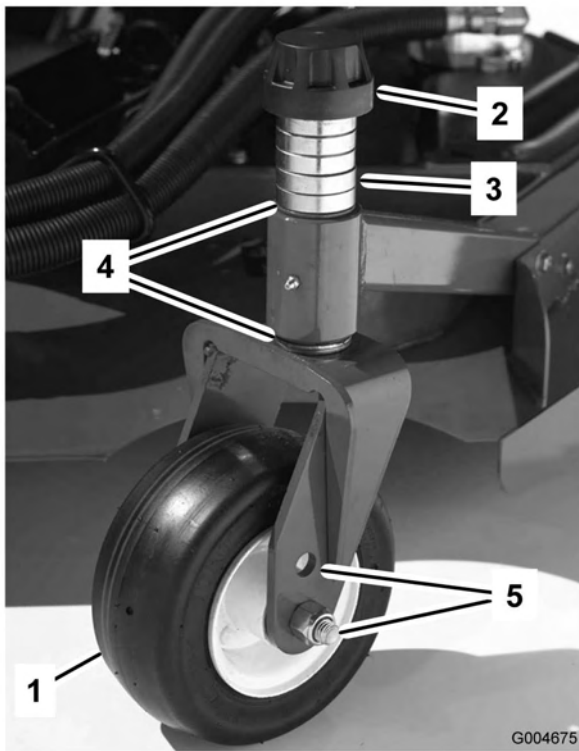
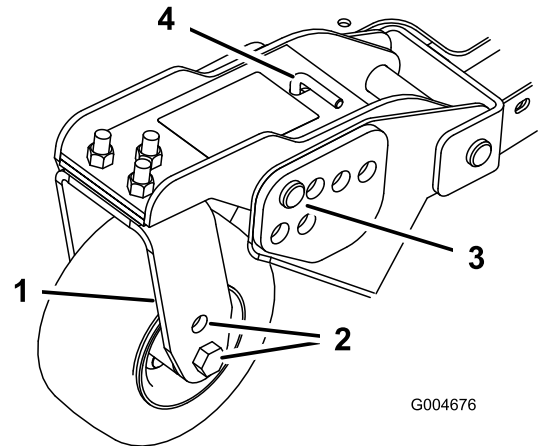
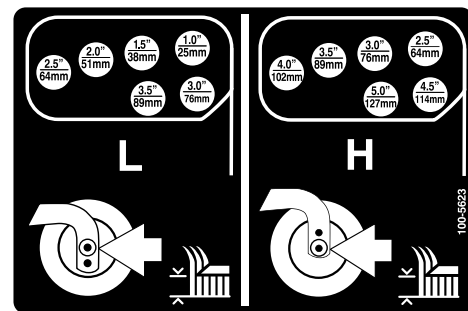

Figura 18
Figura 20
Figura 21
1. Coloque los ejes de las ruedas giratorias en el mismo taladro en todas las horquillas (Figura 18 y Figura 20). Consulte en la tabla siguiente el taladro correcto para cada altura.
2. Retire el casquillo tensor del eje (Figura 18) y deslice el eje fuera del brazo de la rueda giratoria. Coloque los dos suplementos (3 mm) en el eje de la misma forma que en la instalación original. Estos suplementos son necesarios para obtener el mismo nivel en toda la anchura de las unidades de corte. Coloque el número adecuado de espaciadores de 13 mm (consulte la tabla siguiente) en el eje para conseguir la altura de corte deseada, luego coloque la arandela en el eje.
4. Retire el pasador de horquilla y las chavetas de los brazos de pivote de las ruedas giratorias (Figura 20).
altura de corte en el bastidor de la unidad de corte (Figura 20 y Figura 21).